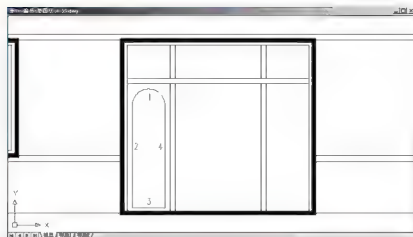

图 4.34 修剪多余的线
(4) 使用【修剪】命令把多余的线修剪掉, 结果如图 4.34 所示。
(5) 执行菜单栏中的【绘图】|【圆】|【相切、相切、半径】命令, 启动【相切、相切、半径】画圆的操作。
① 在 **circle** 指定圆的圆心或 [三点 (3P)/ 两点 (2P)/ 相切、相切、半径 (T)]: **ttr** 指定对象与圆的第一个切点: 提示下, 将光标放到 2 线偏下部位, 当出现切点捕捉后单击。